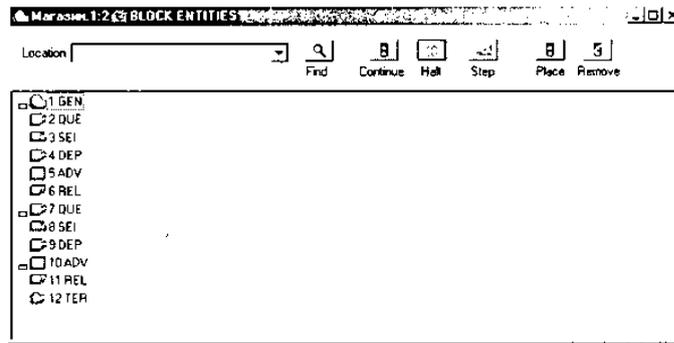

Рисунок 10. Одно из состояний моделирования системы магазина в упрощенном представлении
8. щелкните по пункту Entity Details (Детальное представление) выпадающего меню. По умолчанию перед пунктом Entity Details стоит галочка, что означает установленный режим детального представления моделируемой системы. После щелчка по этому пункту мышью лишняя информация исчезнет, и окно BLOCK ENTITIES будет для нашей задачи выглядеть так, как показано на рис. 10.